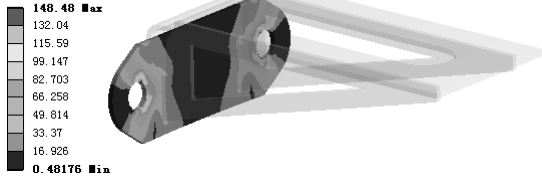

图 7.11.23 应力结果图解 (FIX-BOARD)
(5) 查看 FIX-BOARD 零件应力结果图解。在“Outline”窗口中选中 **Equivalent Stress 3**，查看图 7.11.23 所示的零件 FIX-BOARD 的应力结果，其最小应力为 0.48176 MPa，最大应力为 148.48MPa。